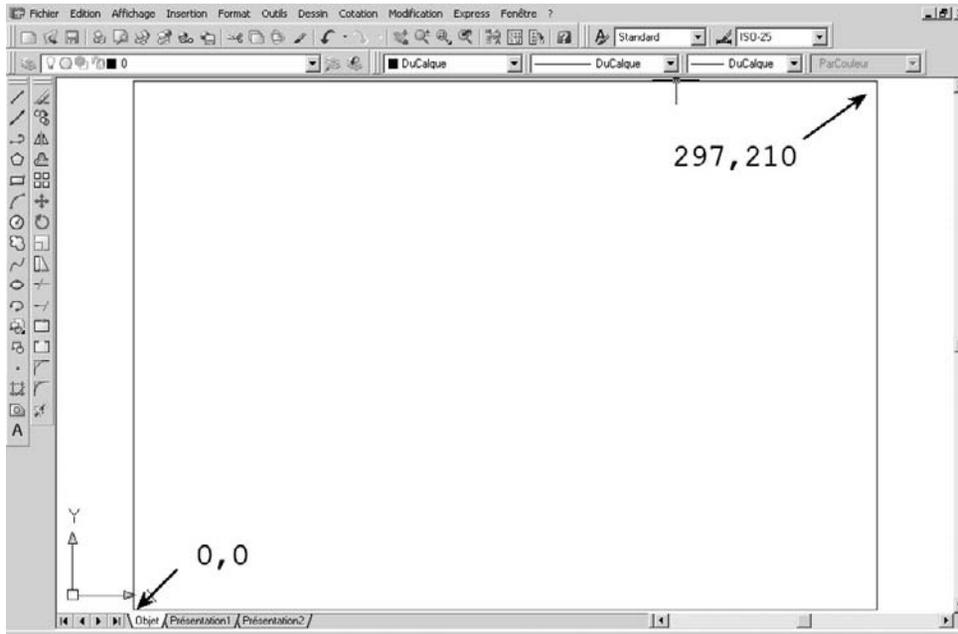

Fig.1.49
- 3 Spécifiez le coin supérieur droit (Upper right corner) <420, 297> : tapez sur la touche Entrée pour accepter la valeur ou entrez de nouvelles valeurs. Par exemple : 297,210 (fig.1.49).